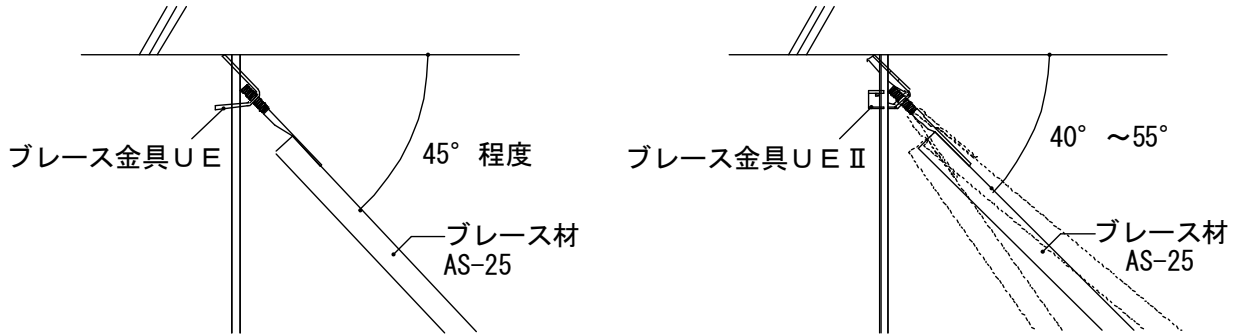

図2-21 ブレースの角度によるブレース金具の使い分け
- ② 吊りボルト上部からブレースの下部を設置する位置までの寸法を実測し、ブレースの長さを決めます。
- ③ ブレース材にブレース金具を4φのビスで固定します。(図2-21 参照)